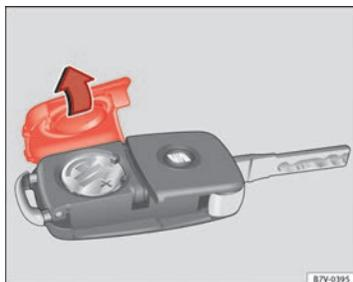

Fig. 15 Chiave del veicolo: coperchio del vano della batteria
- Togliere il coperchio della parte posteriore della chiave del veicolo ⇒ fig. 15 nel senso della freccia ⇒ ①.
- Posizionare il coperchio della chiave del veicolo, premendolo come indicato ⇒ fig. 15, nel senso contrario alla freccia, fino a che si incastra.